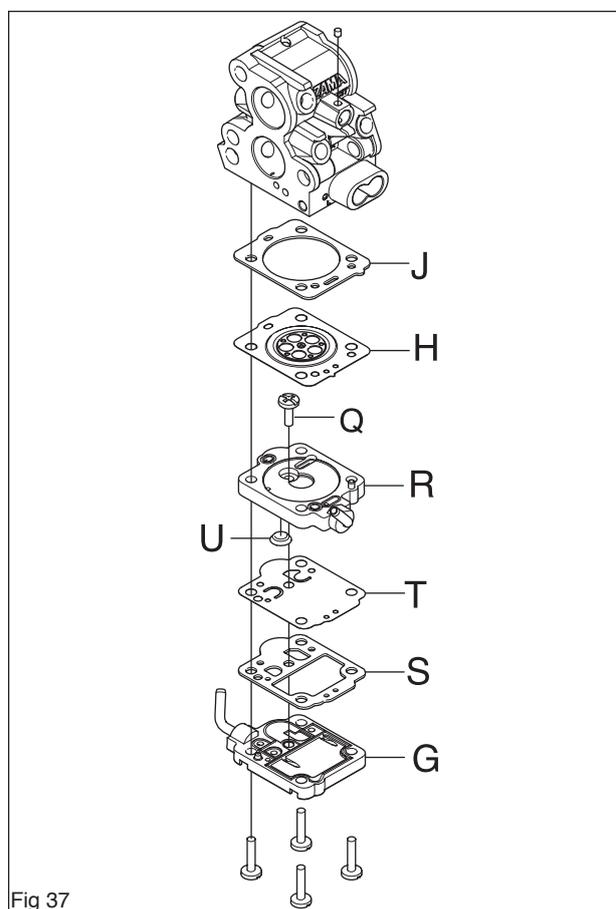

Fig 37
7. Placer la membrane de commande (T) ainsi que le joint (S) et le couvercle de la chambre de mesure (R) sur le dispositif de dosage (voir figure 37).
8. Pousser sur l'écran (U). Placer le couvercle de la chambre de mesure (R) et serrer la vis (Q) (voir figure 37).
9. Assembler le joint (J) et la membrane de commande (H) et appuyer vers le haut (voir figure 37).
10. Assembler toutes les parties et serrer les quatre vis (voir figure 37).
Plonger le carburateur dans un récipient rempli d'eau (voir la figure 37).